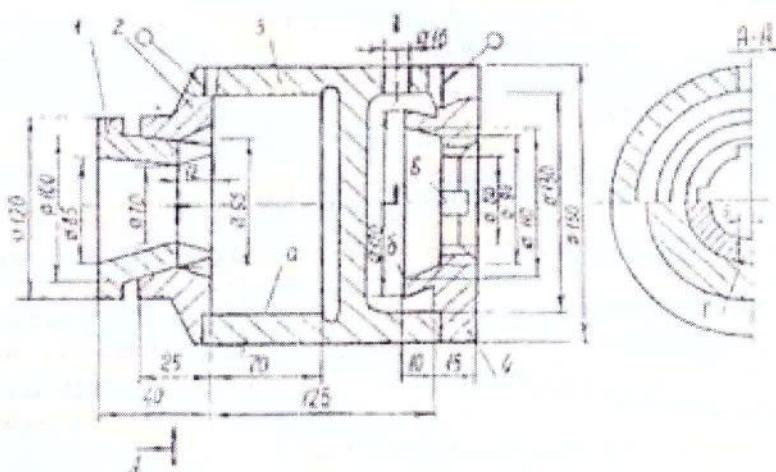

Рис. 12. Учебный узел 12
5. Сварить детали 2 и 3 (материал - сталь 40, производство – единичное), рис. 12.
5. Сварить детали 3 и 4 (материал - сталь 40, производство – единичное), рис. 12